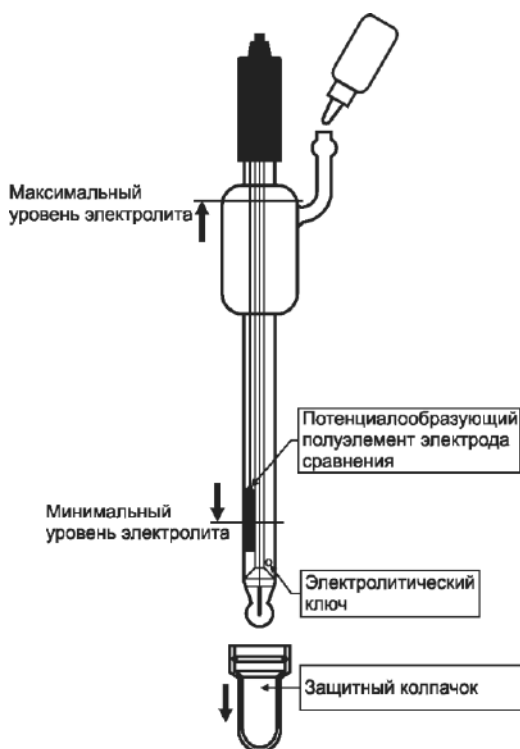

Рис.1
**5.3** Уровень электролита в электроде должен поддерживаться в пределах, показанных на рис. 1. При необходимости электролит следует доливать в электрод через заливочное отверстие.